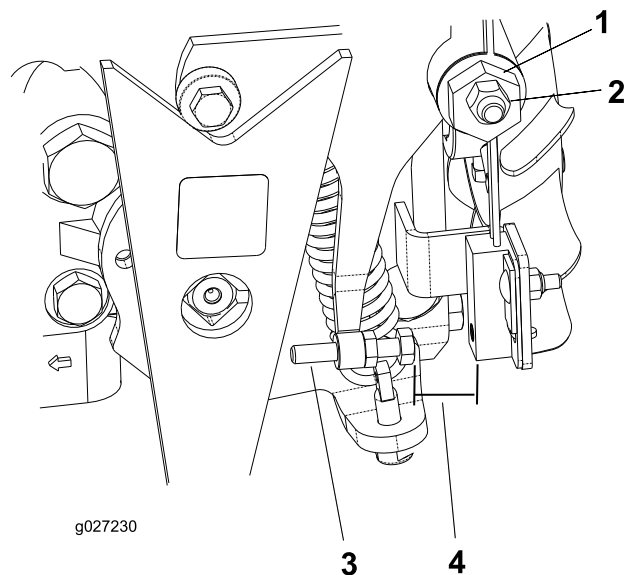

Figura 35
4. Desaperte a porca de bloqueio no excêntrico de tração (Figura 35).
5. Ligue o motor e rode o excêntrico sextavado (Figura 35) em ambas as direções para determinar a posição intermédia do ponto morto.
3. Ajuste o parafuso até a folga de ar ser de 0,8 a 2,3 mm; consulte Figura 35.